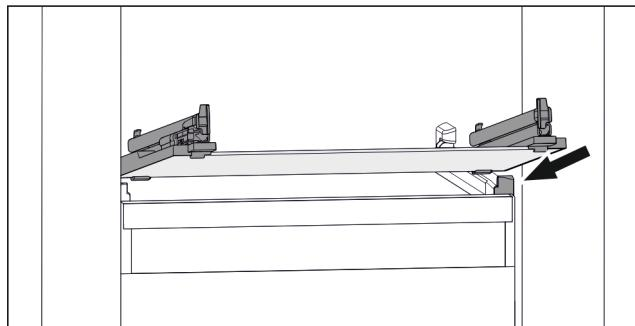

Fig. 73 Simbolična slika steklene plošče
- ▶ Stekleno ploščo postavite v poševnem položaju za zaustavljalniki. (glejte Fig. 73)